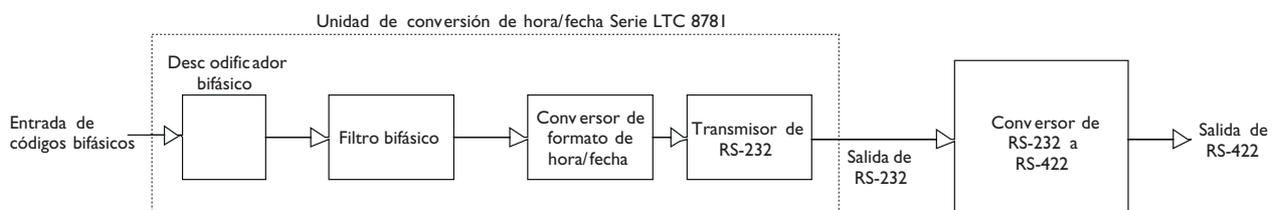
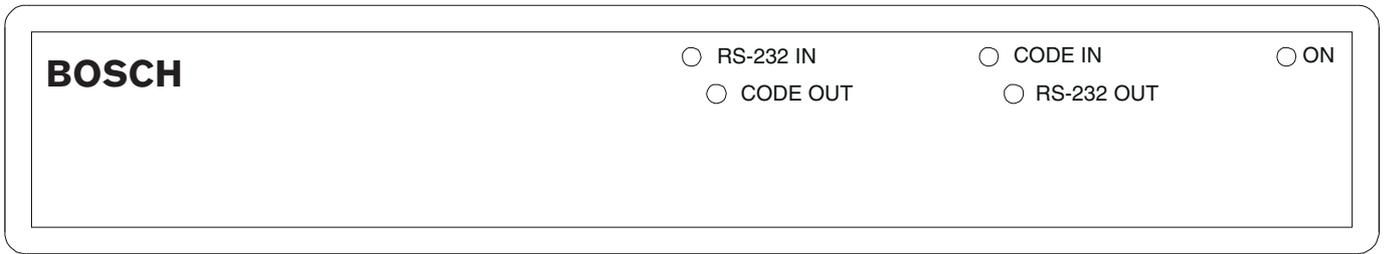

Figura 1: Diagrama de conjunto operativo conceptual de la Serie LTC 8781
Figura 4: Panel delantero
Se proveen LEDs indicadores en el panel delantero que muestran los datos RS 232 que se están transmitiendo (SALIDA DE RS-232), los datos bifásicos que se están recibiendo (ENTRADA DE CÓDIGOS) y corriente conectada (ON). Los LEDs indicadores etiquetados RS-232 IN (ENTRADA DE RS-232) y CODE OUT (SALIDA DE CÓDIGOS) no se usan (y no se encienden). Véase la *Figura 4*. En la *Figura 1* se muestra un diagrama de conjunto que puede usarse como referencia.